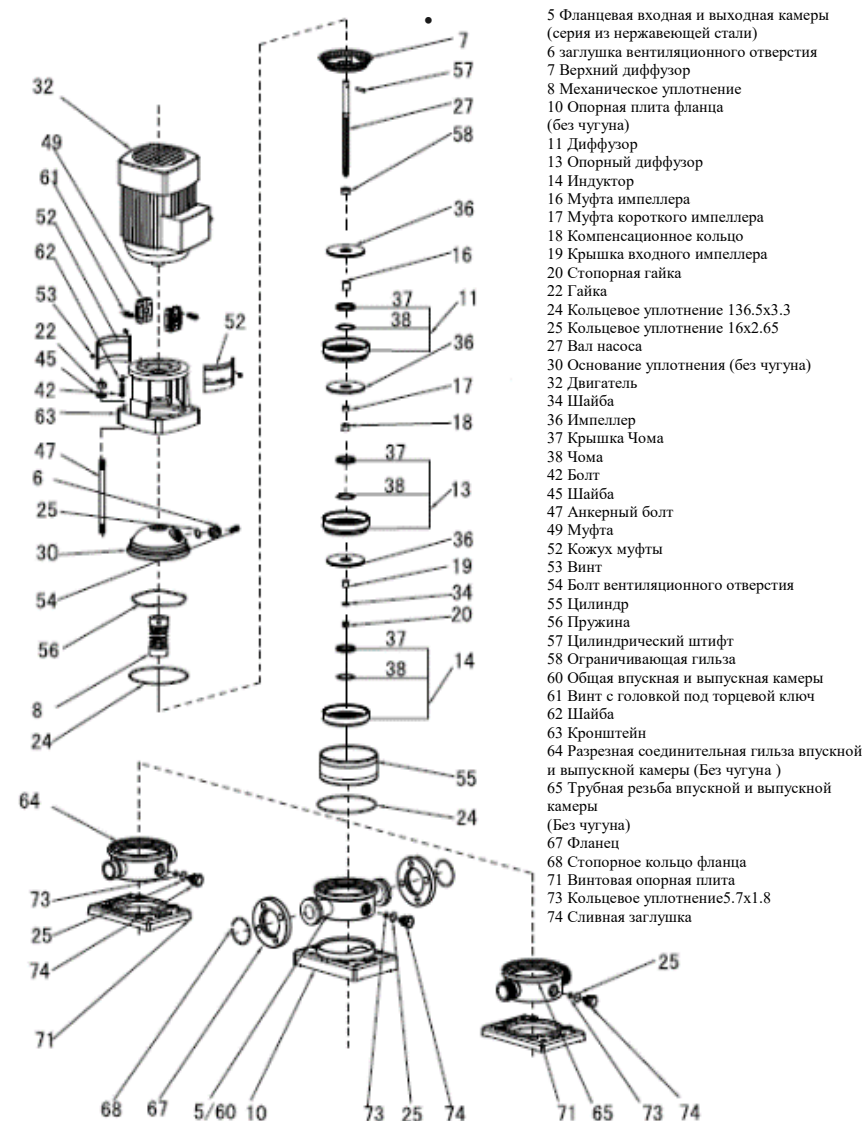

Рис. 1-1 1/2/3/4/5
- Насос в основном состоит из двигателя, головки насоса, диффузора, импеллера, цилиндра, впускной и выпускной камеры, вала насоса, механического уплотнения и т. д. См. рис. 1-1, 1-2, 1-3, 1-4.